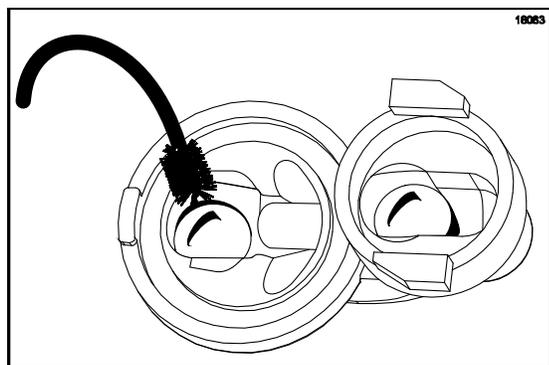

図82
4. インレットバルブの上側から黒いブラシを差し込み、スチールボール周辺を中心によくブラシ洗浄します(図82を参照。)